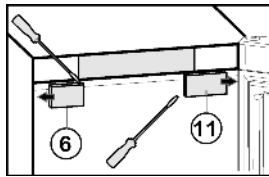

Fig. 5
- ▶ Ôter le cache côté charnière Fig. 5 (11) : déclipeter à gauche avec un tournevis à fente et pousser vers l'extérieur.
- ▶ Placer à partir de l'extérieur le cache *Fig. 5 (6)* tourné de 180° du côté poignée et le bloquer.
- ▶ Placer à partir de l'extérieur le cache *Fig. 5 (11)* tourné de 180° du côté charnière et le bloquer.